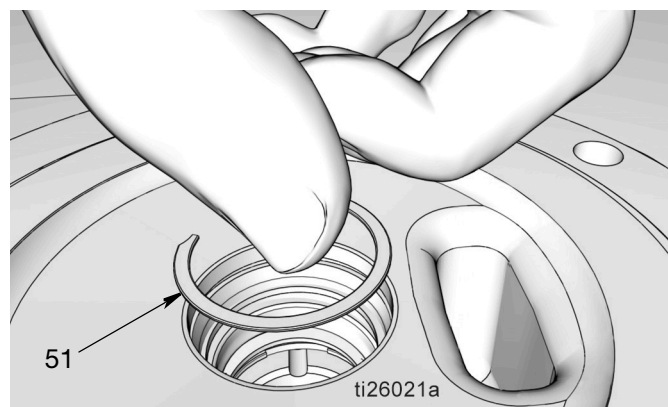

FIG. 34
- f. Mettre l'anneau de retenue (51) (FIG. 34). Un « clic » doit retentir lorsque l'anneau de retenue arrive en appui dans la gorge.